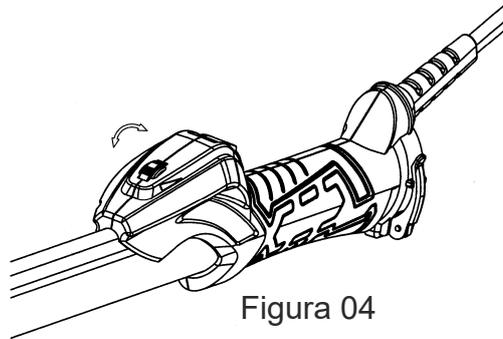

Figura 04
- Ajuste de velocidade (figura 04):